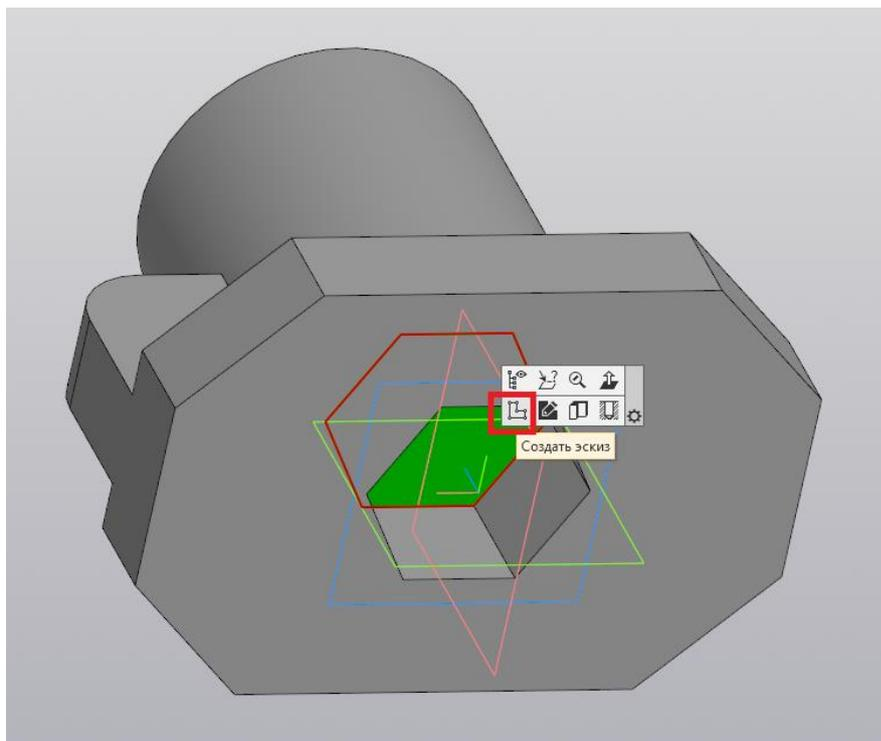

Рис. 93
21. В указанной грани создаём ещё один эскиз (рис. 93).